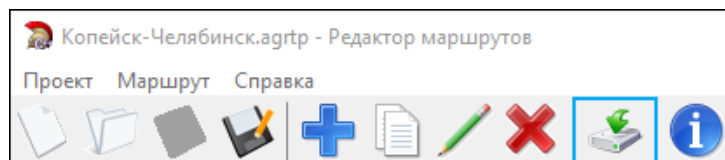

Рис.69. Кнопка «Экспорт маршрутов на flash-диск»
2. Нажмите на панели инструментов в редакторе маршрутов AGRouteEditor кнопку «Экспорт маршрутов на flash-диск» (Рис.69).